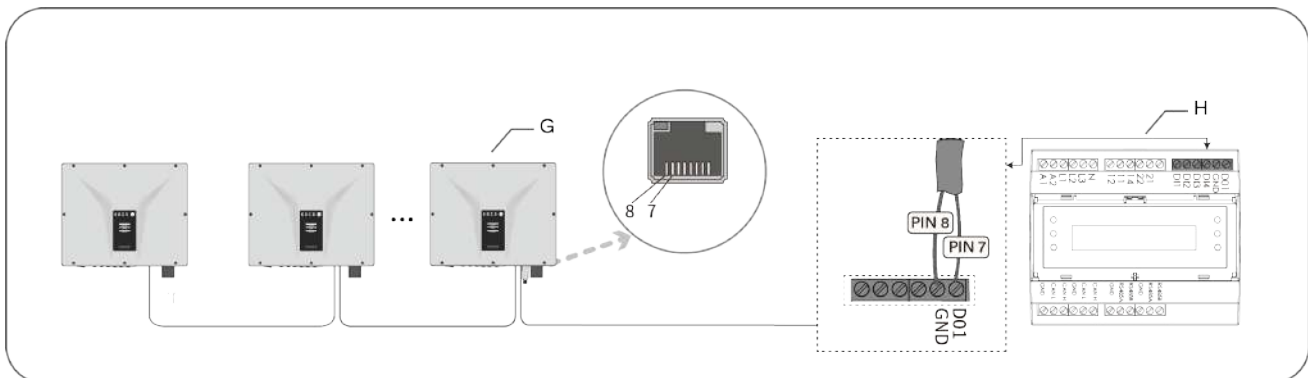

Abb. 44. Verbinden Sie das Netzkabel mit dem Powador-protect
8. Isolieren Sie das andere Ende des Netzkabels ab und befestigen Sie den Kupferdraht an der entsprechenden Klemme am Smart-Meter. Schraubendreher-Typ: SL1.5, Anzugsmoment: 0,6 Nm (siehe Abb. 44).